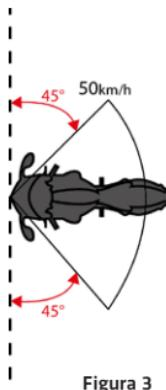

Figura 3
Se espera que el sistema Tech-Air® Off-Road se inflle y proteja en 200 milisegundos desde el inicio de la colisión, en Colisiones en las que una motocicleta impacta contra un vehículo u obstáculo (Figura 3) en estas condiciones:
¡IMPORTANTE! En la figura 3 se muestra la envoltura de protección en la que se espera que el sistema Tech-Air® Off-Road se inflé y proteja en un plazo de 200 milisegundos desde el inicio de la colisión. A velocidades superiores a 50 km/h (31 mph) o fuera del ángulo declarado, se espera que el Sistema se despliegue también, sin embargo, fuera de la Envoltura de Protección el Sistema puede no estar completamente inflado antes de que haya contacto entre el obstáculo y el usuario.
- Se espera que el sistema Tech-Air® Off-Road se inflé y proteja en un plazo de 200 milisegundos desde el inicio de la colisión, en colisiones en las que una motocicleta impacta contra un vehículo u obstáculo (figura 3) y el usuario circula sentado;
- Se espera que el sistema Tech-Air® Off-Road se inflé y proteja en 300 milisegundos desde el inicio de la colisión, en colisiones en las que una motocicleta golpea un vehículo u obstáculo (figura 3) y el usuario circula de pie;